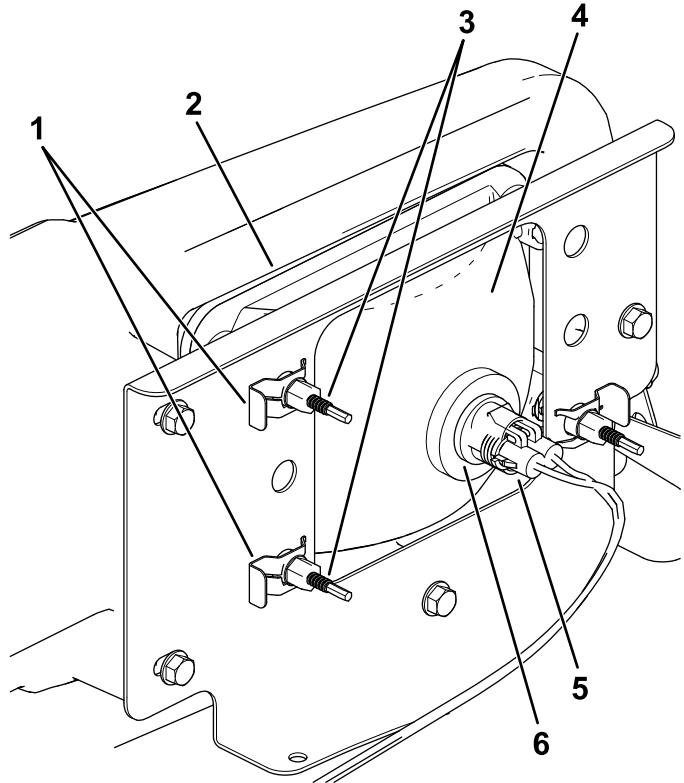

Bild 39
4. Entfernen Sie die Schellen, mit denen der Scheinwerfer an der Scheinwerferhalterung befestigt ist (Bild 39).
5. Schieben Sie den Scheinwerfer nach vorne durch die Öffnung in der vorderen Stoßstange und entfernen Sie ihn (Bild 39).
6. Setzen Sie den neuen Scheinwerfer durch die Öffnung in der Stoßstange ein (Bild 39).
8. Schließen Sie den elektrischen Anschluss für den Kabelbaum am Lampenanschluss an (Bild 39).
3. Schließen Sie den elektrischen Anschluss für den Kabelbaum vom Lampenanschluss ab (Bild 39).
5. Drehen Sie die Einstellschrauben an der Rückseite des Scheinwerfers (Bild 39), um den Scheinwerfer zu drehen und den Scheinwerferstrahl einzustellen.